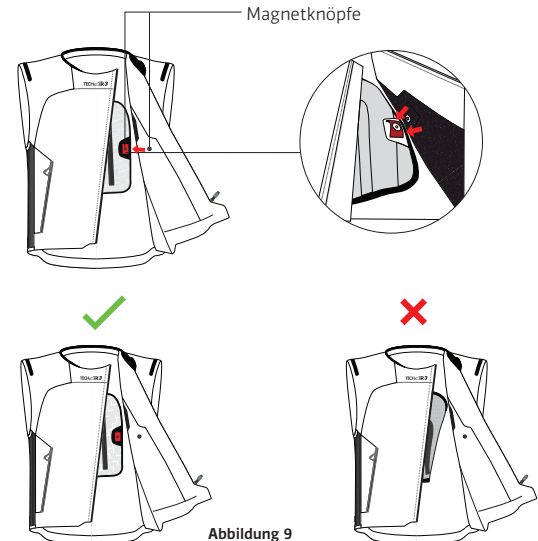

Abbildung 9
1. Ziehen Sie das System an und befestigen Sie den Airbag im Brustbereich mit den Magnetknöpfen an der Weste (Abbildung 9).
2. Schließen Sie den Aktivierungsreißverschluss (1) von unten nach oben und warten Sie, bis sich das System aktiviert.
3. Das korrekte Schließen des Reißverschlusses (1) und das Einschalten des Systems werden durch das Aufleuchten der LED-Anzeige (2) und durch das Vorhandensein einer Vibration in diesem Bereich signalisiert.
4. Überprüfen Sie nach dem Einschalten des Systems anhand der LED-Anzeige (2), ob das System korrekt gestartet wurde (siehe Abschnitt 13 „LED-Anzeigen“). Insbesondere muss der Benutzer überprüfen, dass nach dem Hochfahren des Systems kein Systemfehler vorliegt.